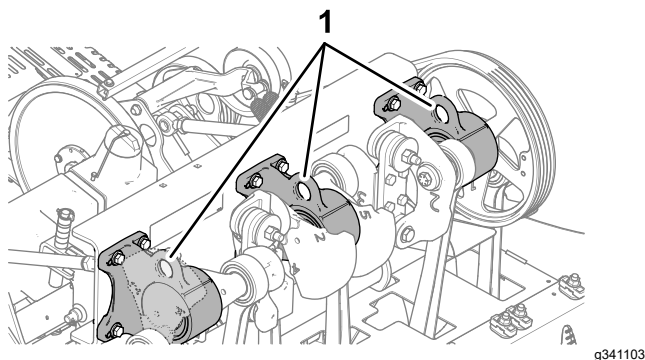

Figure 3
**Remarque:** Si possible, utilisez un pont élévateur pour soulever l'arrière de la machine. Utilisez les œillets des logements de roulements de la tête d'aération comme points de levage (Figure 3).